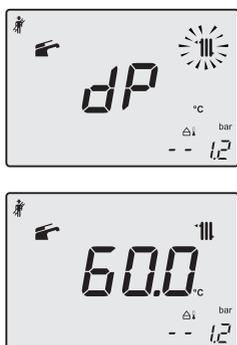

Figura 9.13
- Premendo ulteriormente il tasto 17 è possibile variare nuovamente la potenza in modalità spazzacamino: con visualizzazione sul display LCD delle lettere **dp** che si alternano con il valore di temperatura dell'acqua di riscaldamento (es.60), siamo "funzione spazzacamino" alla potenza massima in sanitario" (Figura 9.13);